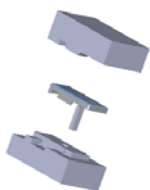

图 10.5.20 移动型芯
Step2. 移动型芯。选择下拉菜单 **插入(I)** → **特征(F)** →  **移动/复制(Y)...** 命令, 系统弹出“移动/复制实体”对话框; 选取型芯作为移动的实体; 在 **平移** 区域的 **ΔZ** 文本框中输入数值 100.0; 单击“移动/复制实体”对话框中的  按钮, 完成图 10.5.20 所示